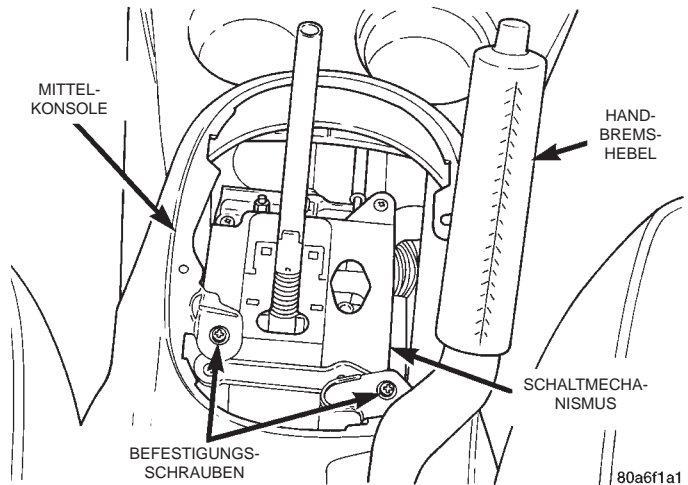

Abb. 123 Vordere Befestigungsschraube der Mittelkonsole
(4) Die 2 Schrauben (Abb. 123) lösen, mit denen die Mittelkonsole am Schalthebel befestigt ist.
(11) Die 2 Schrauben eindrehen, mit denen die Vorderseite der Mittelkonsole am Schalthebel befestigt wird (Abb. 123).